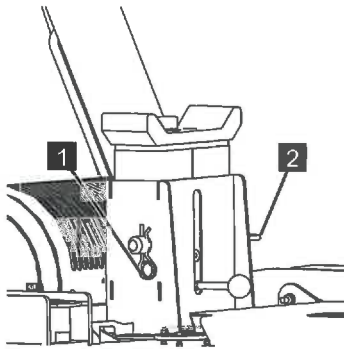

Abb. 105
4. Federsplint (Abb.105/1) aus dem Befestigungsbolzen (Abb.105/2) herausziehen.
5. Den Befestigungsbolzen (Abb.105/2) herausziehen.